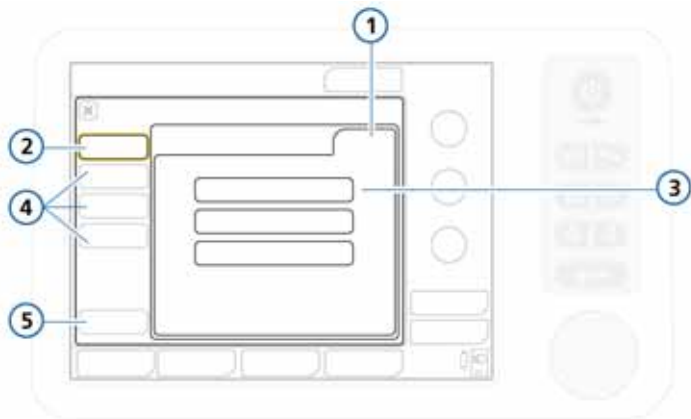

Рисунок I-9. Окно конфигурации параметров быстрой настройки
Откроется окно конфигурации параметров «Общее» (рис. I-9). Обратите внимание: теперь с помощью кнопок на панели слева можно получить доступ к вариантам быстрой настройки.
5. Выберите, какие параметры нужно использовать в данной конфигурации быстрой настройки. Для этого нажмите соответствующую кнопку (рис. I-9):